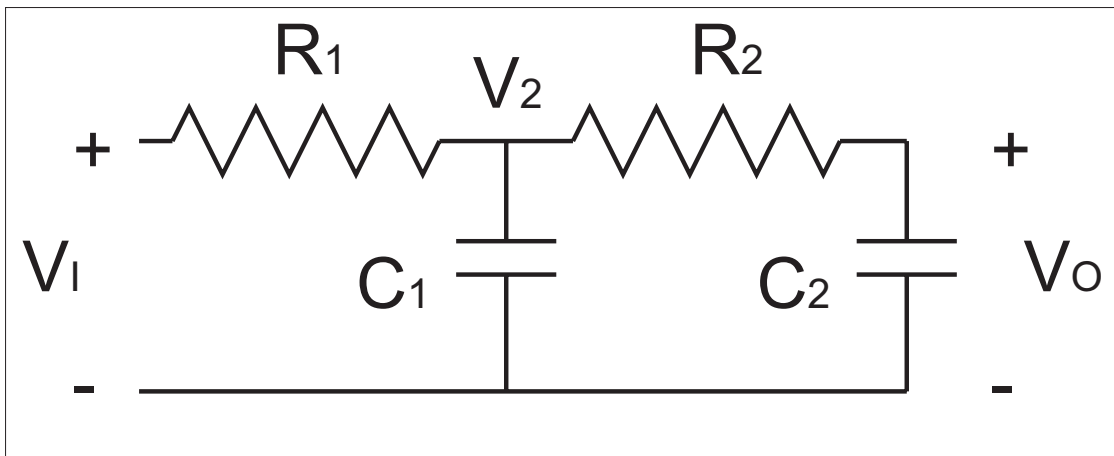

Figura 3:
**TRABAJO TEÓRICO.** Considerar el circuito de la Figura 3.
- Montar el circuito de la figura 3 con  $R_1 = R_2 = 100K\Omega$  y  $C_1 = C_2 = 33pF$ .